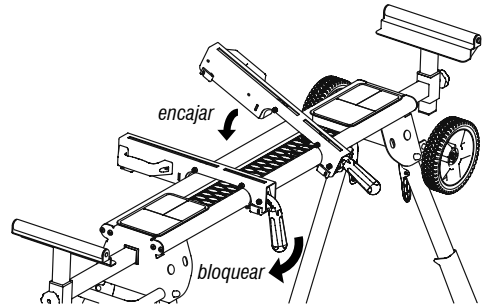

Fig. 7 – Fijación del soporte en la bancada
1. Los soportes de montaje de liberación rápida enganchan al chasis de la sierra de escuadra. Utilizando las asas en los soportes de montaje de la liberación rápida, levante la sierra de escuadra y coloque la liberación rápida de los soportes de montaje en los soportes de la sierra de escuadra (Fig. 7).